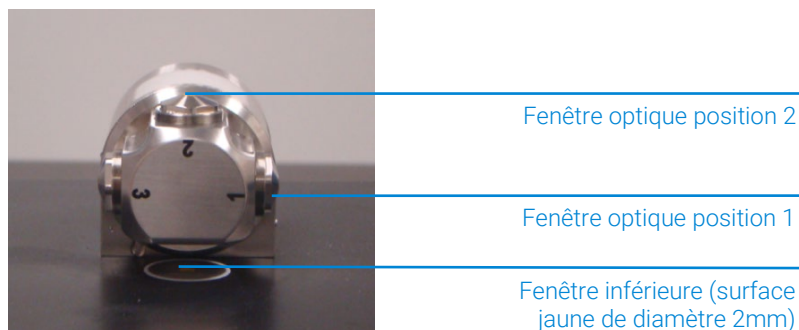

Figure 13 DialPath avec la fenêtre optique dirigée vers le haut.
En mode chargement et nettoyage de l'échantillon, le DialPath est tourné de façon à ce que la fenêtre optique soit orientée vers le haut (voir Figure 13). C'est dans cette position qu'il est possible d'accéder facilement à la zone de montage d'échantillon pour charger l'échantillon en place et nettoyer les surfaces d'échantillonnage avant que l'échantillon suivant ne soit analysé.
- 1 Tournez le DialPath de façon à ce que la Position 2 de la fenêtre optique soit orientée vers le haut (voir Figure 13).